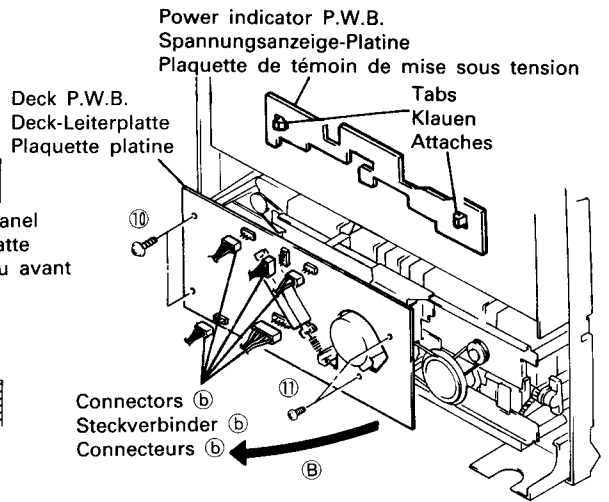

Fig. 4 Abb. 4
- Power indicator P.W.B. (Fig. 4)**
- Deck P.W.B. (Fig. 4, 5, 9)**
7. Spannungsanzeige-Platine (Abb. 4)
8. Deck-Leiterplatte (Abb. 4, 5, 9)
7. Plaque de témoin de mise sous tension (Fig. 4)
8. Plaque platine (Fig. 4, 5 & 9)